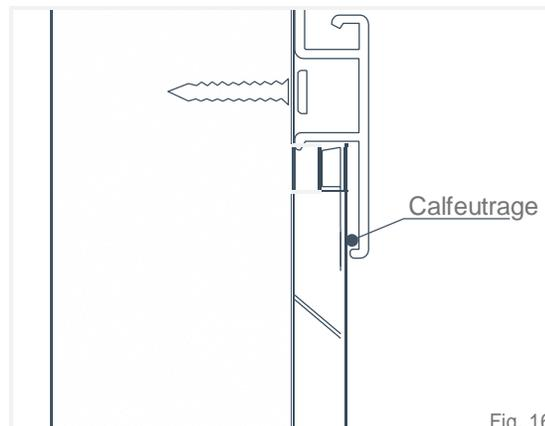

Fig. 16
- Si l'installation se trouve dans un espace où l'air circule beaucoup, appliquez un cordon de silicone à l'intérieur de la saillie inférieure du panneau SlatWall à l'endroit où il rencontre le panneau pour murs et plafonds (Fig. 16). Cela permet au panneau de rester fixé en place. Cette étape est facultative.